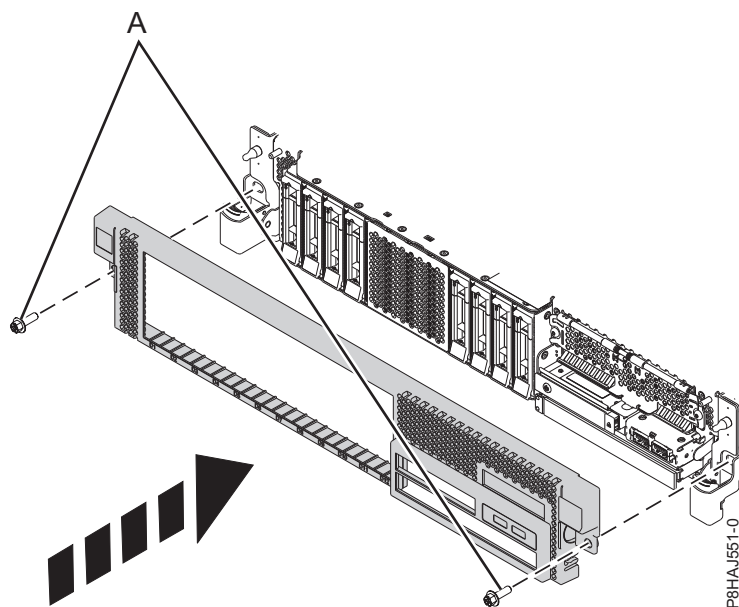

Figura 20. Instalando a Tampa Frontal
3. Feche as travas de liberação, empurrando na direção mostrada na Figura 20 na página 41. A tampa se encaixa no lugar e possui uma indentação pela qual é possível segurá-la mais facilmente.
4. Substitua os parafusos de remessa (A).